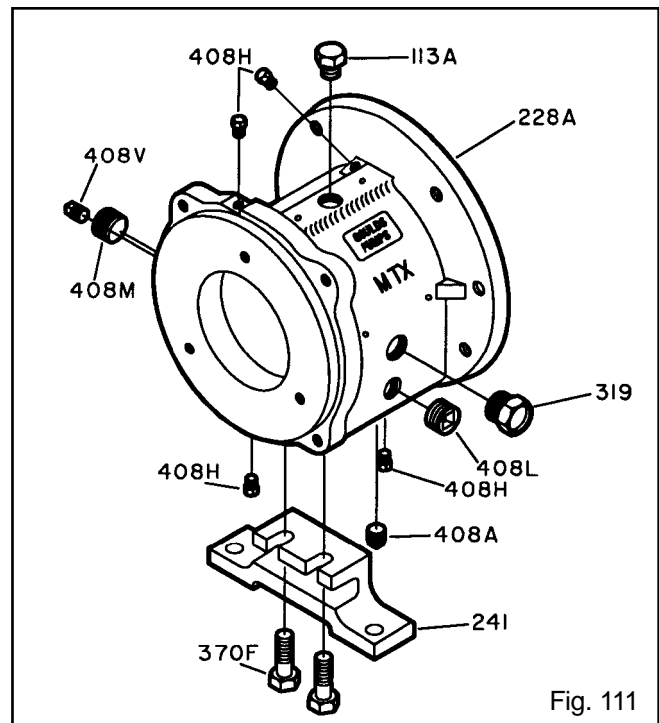

Fig. 111
1. Instale el tapón de llenado de aceite (113A), el tapón de drenaje de aceite (408A), el tubo indicador (319), el tapón del aceitador visible (408J), cuatro (4) tapones de conexión de rociado de aceite (408H) o graseras (193) y los tapones de salida (113), y los tapones de entrada y de salida del enfriador de aceite (408L, 408M) en el bastidor de los cojinetes (228) (Fig. 111).
2. Conecte el soporte (241) del bastidor de los cojinetes con pernos (370F). Apriételos con los dedos.